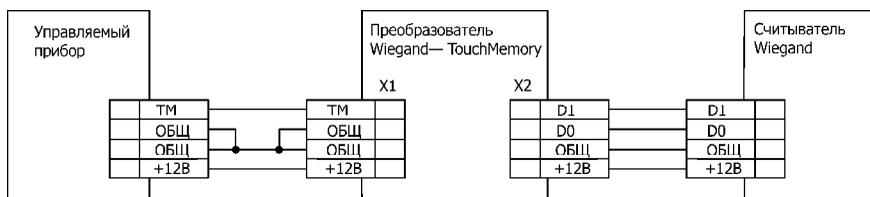

Рис.3 Схема подключения преобразователя к управляемому прибору и считывателю Wiegand
Клеммники X2 и X1 предназначены для подключения к входу считывателя Wiegand и ко входу TM управляемого прибора. Схема подключения – см.рис.3.
3. Произведите прокладку соединительных проводов, чтобы они не препятствовали перемещению по помещению, и произведите их подключение к планируемым устройствам. Схема подключения – см.рис.3. Допускается прокладка соединительных проводов вдоль силовых кабелей.